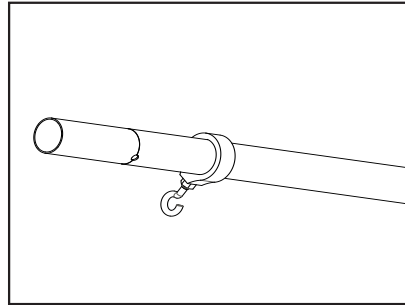

Figure 2
2. Faites glisser le col du crochet à boule dans l'extrémité du bras sans le serrez. (Figure 2)